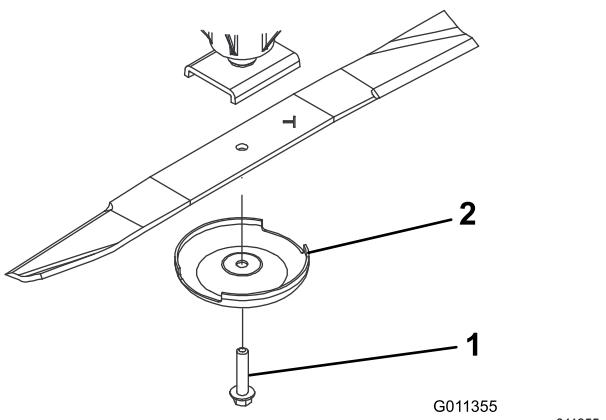

図 14
2. ぼろきれや厚いパッドの入った手袋を使ってブレードの端部をしっかりと握る。スピンドルのシャフトからブレードボルト、芝削り防止カップ、ブレードを取り外す図14。
うに取り付け、芝削り防止カップをつけてブレード・ボルトで固定する図14。各ブレード・ボルトを 85110 ft.-lb 115150 N·m = 11.815.2 kg.m にトルク締めする。